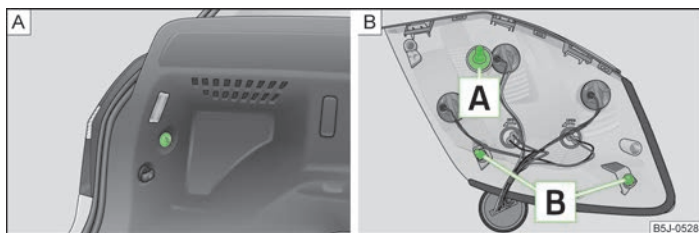

Fig. 154 Demontarea blocului optic spate / montarea blocului optic spate
- » Cu o mână țineți blocul optic spate și cu cealaltă mână deșurubați piulița din material sintetic » fig. 154 - **A**.
- » Pentru montarea la loc, introduceți mai întâi blocul optic spate cu șurubul **A** în orificiul din caroserie » fig. 154.
- » Cu o mână țineți blocul optic spate, iar cu cealaltă mână înșurubați și strângeți piulița » fig. 154 - **A**.